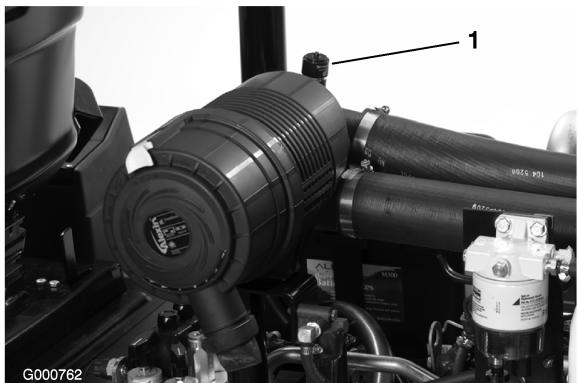

Figura 38
Revise el filtro del limpiador de aire únicamente cuando el indicador de mantenimiento (Figura 38) lo requiera. El cambiar el filtro antes de que sea necesario sólo aumenta la posibilidad de que entre suciedad en el motor al retirar el filtro.
- Reinic peace el indicador (Figura 38) si se ve rojo.